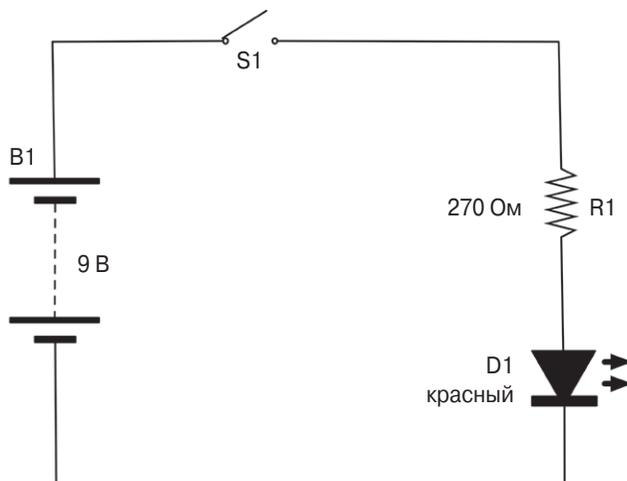

Рис. 2.14. Простая электрическая схема
Для большей наглядности при изучении принципов построения электрических схем обратитесь к рис. 2.14. Всего один раз взглянув на рис. 2.14, вы сразу поймете, почему все, что изображено на схемах, называют электрическими цепями. Действительно, все компоненты схемы соединены в единую цепь. В начале этой цепи располагается батарея, далее находится переключатель (для образования неразрывной цепи переключатель нужно включить), затем — светодиод (DI), а в конце цепь снова замыкается на батарее. Линии на электрической схеме представляют собой идеальные проводники, не имеющие сопротивления.
Соглашение, которому следуют большинство разработчиков принципиальных электрических схем, гласит, что положительная шина питания отображается сверху, что полностью подтверждается рис. 2.14. Как видите, на нашей схеме выводы источника питания (батареи) с напряжением 9 В расположены так, что внизу располагается шина 0 В, или общий провод, а по верхней шине в цепь подается напряжение 9 В.